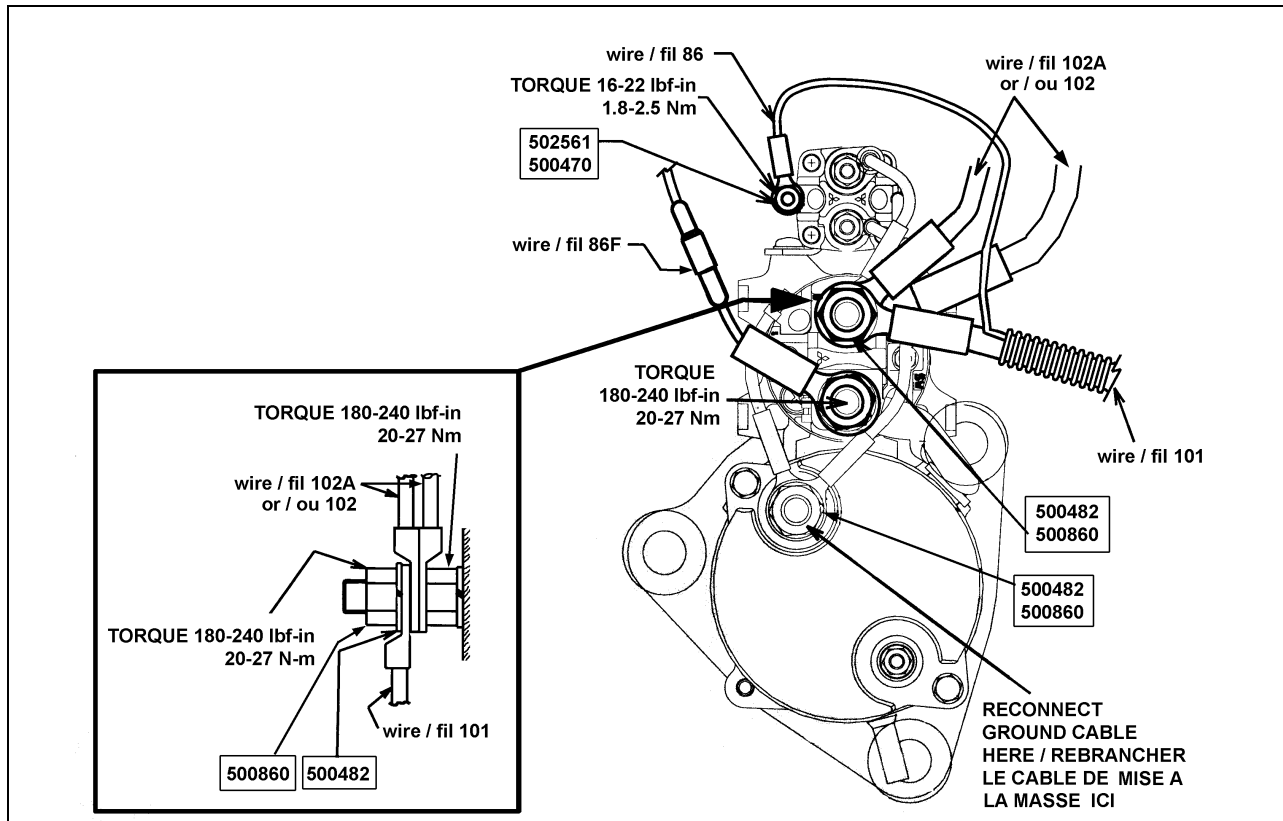

FIGURE 3: DÉTAIL DES BRANCHEMENTS, QUINCAILLERIE À UTILISER ET COUPLES DE SERRAGE
5. Reconnecter les câblages au démarreur selon la figure 3. Utiliser la quincaillerie identifiée sur cette figure et serrer les écrous suivant le serrage indiqué.